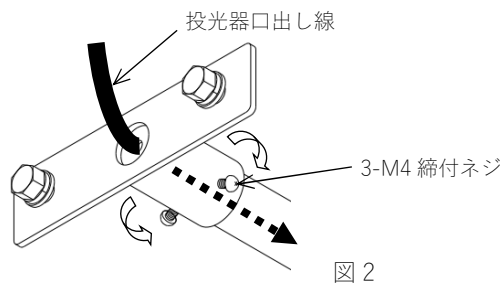

図2
5. 投光器の口出し線を、ジョイントの口出し線挿入穴からアーム内を通して引き出してください。(図2)
9. ジョイントの 3-M4 締付ネジを緩めてジョイントを左右に回転することが可能です。(図2)